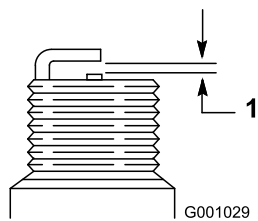

Figure 56
- Réglez l'écartement des électrodes de la nouvelle bougie à 0,76 mm (0,030 po), comme montré à la Figure 56.